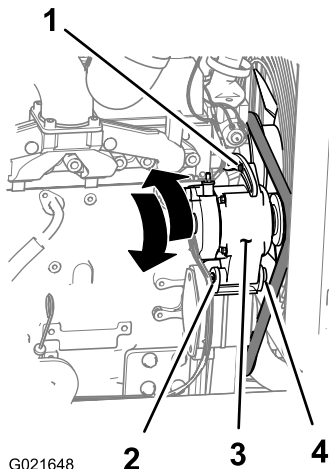

Рисунок 143
3. Ослабьте гайку и болт в шарнирном креплении генератора (Рисунок 143).
4. Ослабьте затяжку регулировочного болта на генераторе (Рисунок 143).
5. Отведите генератор в сторону от двигателя, чтобы увеличить натяжение ремня; подведите генератор ближе к двигателю, чтобы снизить натяжение ремня (Рисунок 143).
6. Затяните регулировочный болт генератора (Рисунок 143).
8. Если натяжение ремня правильное, затяните гайку и болт в шарнирном креплении генератора (Рисунок 143); в противном случае повторите действия, указанные в пунктах 4 – 7.